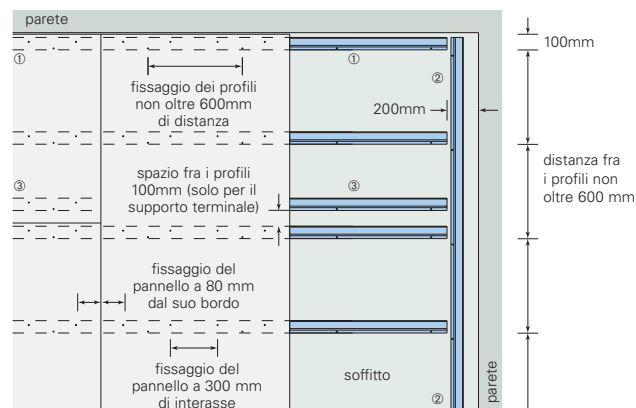

Figura 04 Schema del soffitto
- ◆ Fissare una linea continua di profili per IMMOTUS R+ lungo il perimetro del soffitto (figura 04).